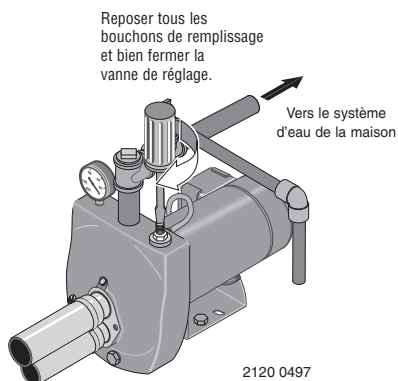

Figure 11 : Amorçage de la pompe
- 2 ° Reposer tous les bouchons de remplissage et fermer complètement la vanne de réglage (voir la Figure 11).